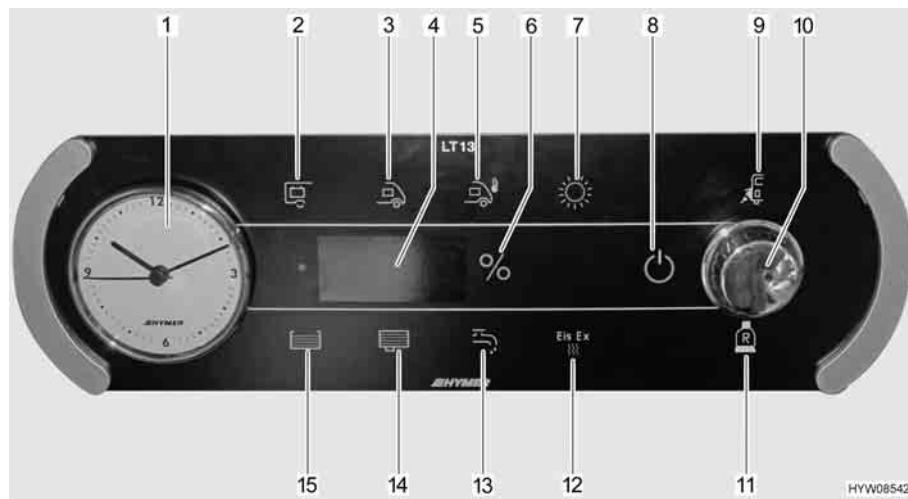

Fig. 119 Pannello di controllo (LT 13)
Il pulsante a rotazione (Fig. 119,10) inserisce o disinserisce il pannello di controllo e l'alimentazione a 12 V dell'abitacolo.
- Premere il pulsante a rotazione (Fig. 119,10): L'alimentazione a 12 V dell'abitacolo è inserita. La spia di controllo a 12 V (Fig. 119,8) diventa verde.
- Premere il pulsante a rotazione (Fig. 119,10): L'alimentazione a 12 V dell'abitacolo è disinserita. La spia di controllo a 12 V (Fig. 119,8) si spegne.
- Ruotare il pulsante a rotazione (Fig. 119,10), finché non si accende il simbolo pompa acqua (Fig. 119,13). Sull'indicatore compare lo stato di commutazione attuale ("ON" oppure "OFF").
- Ruotare il pulsante a rotazione (Fig. 119,10), finché non si accende il simbolo Eis-Ex (Fig. 119,12). Sull'indicatore compare lo stato di commutazione attuale ("ON", "AUTO" oppure "OFF").
Il simbolo controllo di rete (Fig. 119,9) è acceso quando il veicolo è alimentato con tensione di rete a 230 V. Le batterie vengono caricate.
Il simbolo bombola del gas di riserva (Fig. 119,11) è acceso quando viene utilizzata la bombola del gas di riserva.
- Ruotare il pulsante a rotazione (Fig. 119,10), finché non si accende il simbolo temperatura esterna (Fig. 119,5). La temperatura esterna viene visualizzata sull'indicatore (ad es. "25 °C").
- Ruotare il pulsante a rotazione (Fig. 119,10), finché non si accende il simbolo batteria abitacolo (Fig. 119,2). La tensione della batteria dell'abitacolo viene visualizzata sull'indicatore (ad es. "13,8U" per 13,8 Volt).
- Ruotare il pulsante a rotazione (Fig. 119,10), finché non si accende il simbolo della batteria dell'abitacolo (Fig. 119,2). La corrente della batteria dell'abitacolo è visualizzata sull'indicatore.
- Ruotare il pulsante a rotazione (Fig. 119,10), finché non si accende il simbolo batteria d'avviamento (Fig. 119,3). La tensione della batteria d'avviamento viene visualizzata sull'indicatore (ad es. "12,1U" per 12,1 Volt).
- Ruotare il pulsante a rotazione (Fig. 119,10), finché non si accende il simbolo solare (Fig. 119,7). La corrente fornita dal pannello di controllo solare viene visualizzata sull'indicatore (ad es. "5,8A" per 5,8 Ampère).
- Ruotare il pulsante a rotazione (Fig. 119,10), finché non si accende il simbolo serbatoio acqua (Fig. 119,15). Il livello del serbatoio dell'acqua è visualizzato in percentuale sull'indicatore. Se il serbatoio dell'acqua è vuoto, l'indicatore lampeggia.
- Ruotare il pulsante a rotazione (Fig. 119,10), finché non si accende il simbolo serbatoio acque grigie (Fig. 119,14). Il livello del serbatoio delle acque grigie è visualizzato in percentuale sull'indicatore. Se il serbatoio delle acque grigie è pieno, l'indicatore lampeggia.
- ▷ Se il simbolo "%" (Fig. 119,6) lampeggia, significa che il sensore è difettoso. Pulire il sensore o chiamare il servizio clienti.